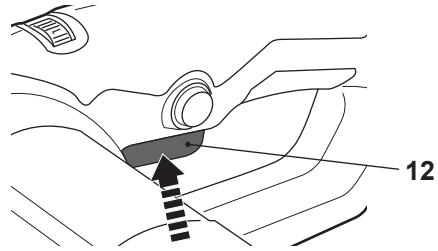

Fig. 18
- > Encienda el producto presionando el interruptor de Encendido/Apagado (12) (Fig. 18).
- > Apague el producto soltando el interruptor de Encendido/Apagado (12).